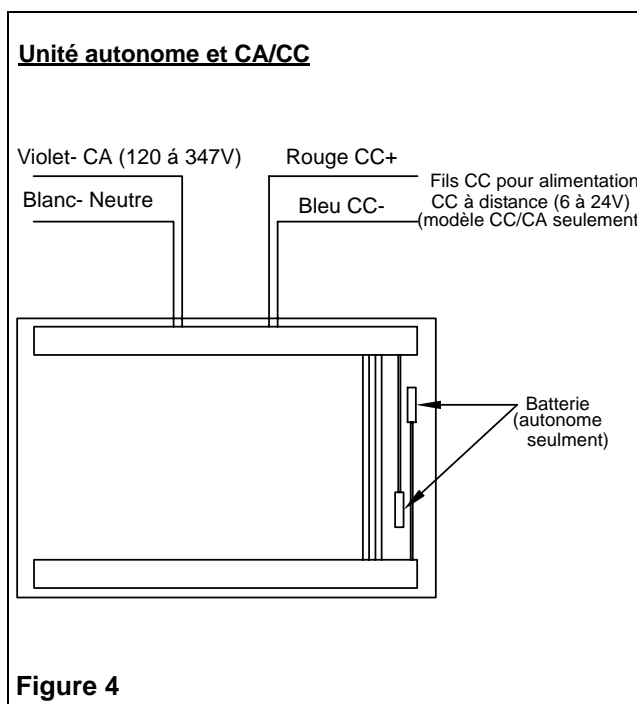

Figure 4
**Modèle autonome et c.a./c.c.** — Effectuer les connexions d'après la fig. 4.